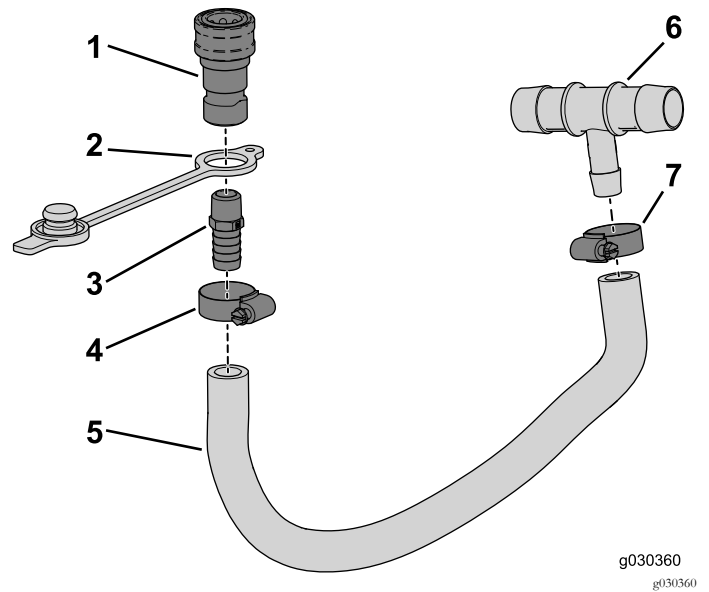

Bild 27
2. Schrauben Sie das gerade Anschlussstück ($\frac{3}{8}$ " NPT x $\frac{5}{8}$ "-Zahnung) in die Buchse (Bild 27).
4. Setzen Sie den Staubdeckel auf das gezahnte Schlauchende (Bild 27).
6. Stecken Sie das gezahnte Ende in den Schlauch und befestigen es mit der Schlauchklemme (Bild 27).
7. Setzen Sie das gezahnte Ende des T-Anschlussstücks in den Schlauch und befestigen es mit der Schlauchklemme (Bild 27).